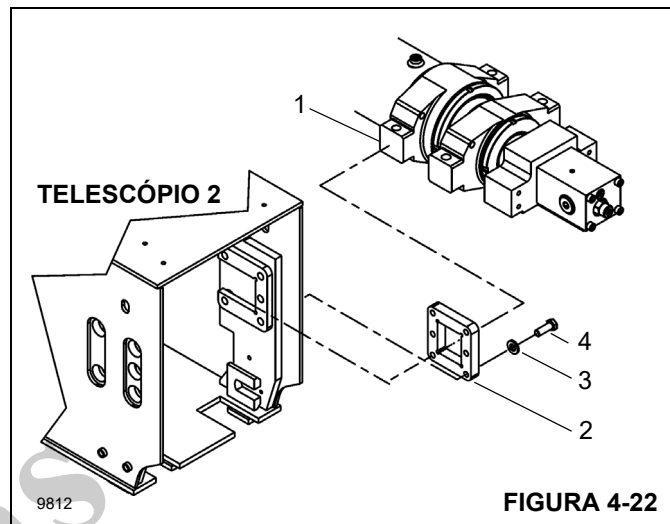

FIGURA 4-22
16. Instale os munhões (2, Figura 4-22) sem apertar nos flanges dianteiros do cilindro telescópico (1). Apoie e instale o cilindro telescópico aproximadamente 3 m (10 pés) na base da lança da seção do Telescópio 4. Pode ser necessário levantar e abaixar a extremidade exterior do cilindro para inserir o cilindro na seção da lança. Empurre a lança da seção do Telescópio 4 completamente para dentro da lança da seção do Telescópio 3 e levante o cilindro telescópico para cima da lança da seção do Telescópio 2.
24. Instale as guias do rolo do cabo de retração (3) usando parafusos (2) na base da lança da seção do Telescópio 2.
25. Abaixar o cilindro telescópico conforme necessário para alinhar os munhões (2, Figura 4-22) e os furos de montagem nos lados da lança da seção do Telescópio 2. Instale o cilindro telescópico na lança da seção do Telescópio 2 usando parafusos (4), arruelas (3) e munhões (2). (Consulte também 25, 26, 27 na Figura 4-16.)